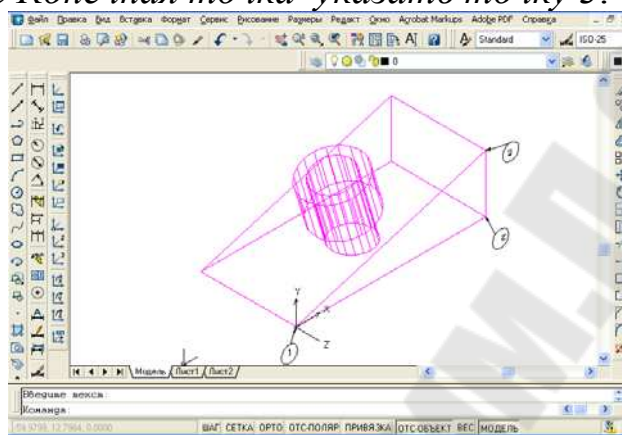

Рис. 9.11. – ПСК, совпадающая с главным видом
1. Установить систему координат на плоскости ГО, совпадающей с главным видом (см рис. 9.11).